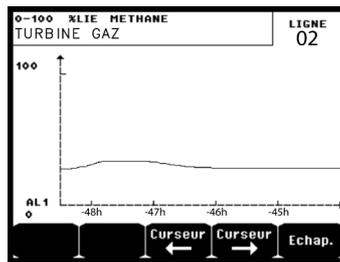

Figure 18 : exemple d'écran d'affichage de courbes.
H.	Touches de fonctions <ul style="list-style-type: none"> ■ Menu : affichage du menu principal. Voir paragraphe « Menu principal » en page 29. ■ Courbe : affichage de la courbe des mesures des 10 derniers jours (Figure 18). Les touches Curseur → et Curseur ← permettent le déplacement sur l'échelle du temps. La ligne pointillée verticale affiche la concentration et l'horodatage du point considéré. Echap retour à l'affichage des valeurs.